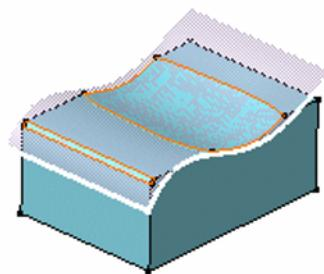

Fig.40. Rezultatul optiunii Split
- Se alege OK, operatia efectuata este trecuta în arborele de comenzi (fig.40).